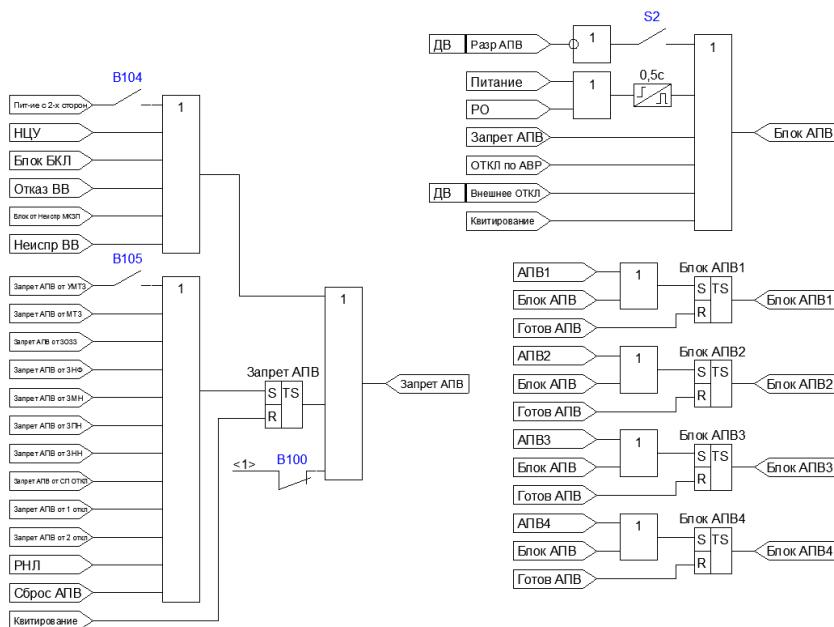

Рисунок 4.2.2 – Формирование сигналов блокировок АПВ
- при выведенном внутреннем программного ключе (Рисунок 4.2.2).